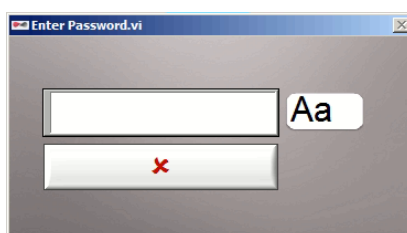

Figure 18 : fenêtre du mot de passe de l'administrateur
2. Saisissez le mot de passe dans la fenêtre **Admin User Password** (Mot de passe de l'administrateur) (Figure 18) pour accéder à l'écran **General Administrator Settings** (Paramètres généraux de l'administrateur) (Figure 19). Par défaut, cette option n'est pas proposée, mais le client peut choisir de l'activer au moment de l'installation. Seul un scientifique en charge des applications sur le terrain ou un technicien est habilité à la configurer, et le client doit le demander en tenant bien compte des éventuelles implications au regard de la conformité au titre 21 du CFR section 11.